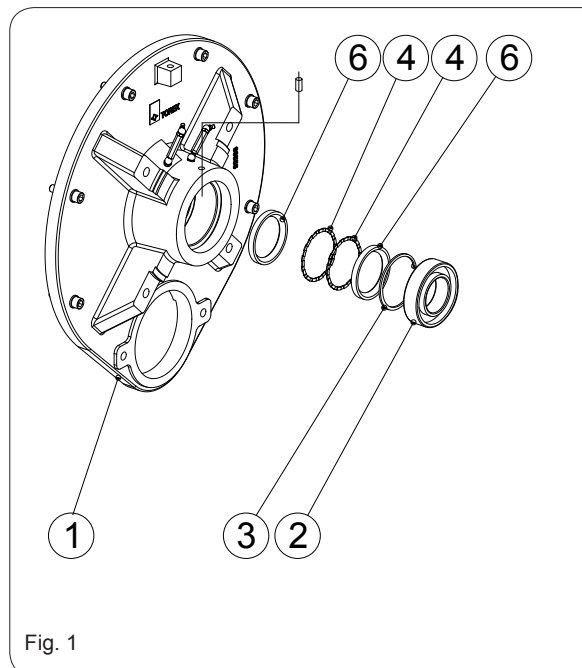
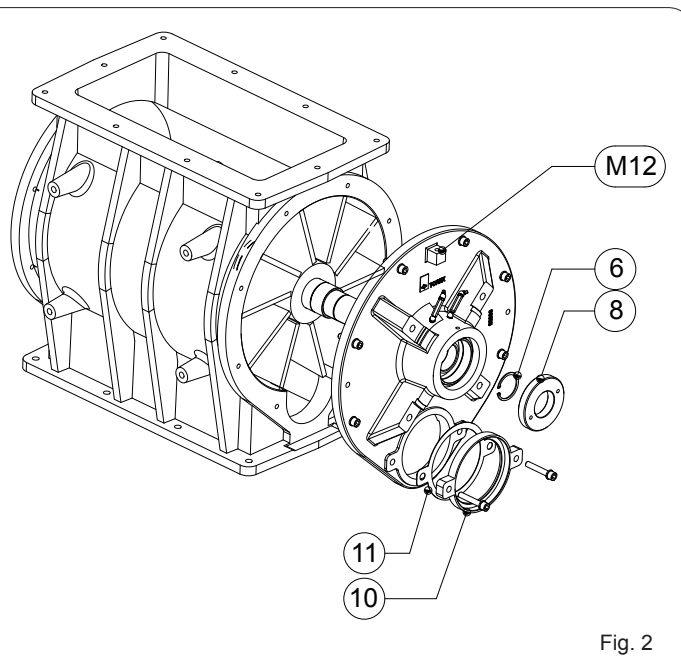

Fig. 1
Fig. 2
With reference to Fig.1 follow the operations given below:
- Support the copper by means of the M12 hole, and insert it again on the valve (Fig.2 , M12).
- Insert the shaft locking snap ring (Fig.2, pos.6).
Mit Bezug auf die Abb. 1 die folgenden Arbeiten ausführen:
- Den Deckel mit Bohrung M12 festhalten und erneut auf die Schleuse setzen (Abb.2 , M12).
- Den Seegerring einbauen, der die antriebsseitige Halbwelle blockiert (Abb. 2 Pos. 6).
Par référence à la Fig.1 exécuter les opérations suivantes :
- Soutenir le couvercle à travers l'orifice M12, et l'insérer de nouveau sur le distributeur (Fig.2 , M12).
- Monter le circlip de blocage du demi-arbre (Fig. 2 pos. 6).
Con riferimento alla Fig.1 seguire le seguenti operazioni:
- Sostenere il coperchio tramite il foro M12, e inserirlo nuovamente sulla valvola (Fig.2 , M12).
- Inserire il seeger di bloccaggio semialbero (Fig.2 pos.6).
| <ul style="list-style-type: none"> - Tighten the threaded plug (Fig.2, pos.8) adjust the rotor (see page M36) and tighten the locking nut (Fig.1 pos.7) - Fix the inlet gasket (Fig.2 p.11) and inlet (Fig.2 p.10) by means of the fixing screws and insert the drive unit. - Grease the seals and bearings by means of the grease nipples provided for the purpose on the cover. | <ul style="list-style-type: none"> - Den Gewindestopfen festziehen (Fig.2, Pos.8), den Rotor ausrichten (siehe Seite M36) und die Sicherungsmutter anziehen (Fig.1 Pos.7). - Die Dichtung des Einlaufs (Abb. 2 P. 11) und den Einlauf (Abb. 2 P. 10) mit den Befestigungsschrauben befestigen und die Abtriebsgruppe einführen. - Die Dichtungen und Lager über die Schmiernippel schmieren, die auf dem Deckel vorhanden sind. | <ul style="list-style-type: none"> - Serrer le bouchon fileté (Fig. 2, pos.8) ajuster le rotor (voir page M36) et serrez l'écrou de blocage (Fig. 1 pos.7). - Fixer le joint embout (Fig.2 p.11) et embout (Fig.2 p.10) à l'aide des vis de fixation et monter le groupe motorisation. - Graisser les étanchéités et les roulements à travers les graisseurs présents sur le couvercle. | <ul style="list-style-type: none"> - Chiudere il tappo filettato (Fig.2 pos.8) , regolare il rotore (vedi pag.M36), e stringere il grano di bloccaggio (Fig.1 pos.7). - Fissare guarnizione imbocco (Fig.2 p.11) ed imbocco (Fig.2 p.10) tramite le viti di fissaggio ed inserire il gruppo motorizzazione. - Ingrassare tenute e cuscinetti attraverso gli appositi ingrassatori presenti sul coperchio. |